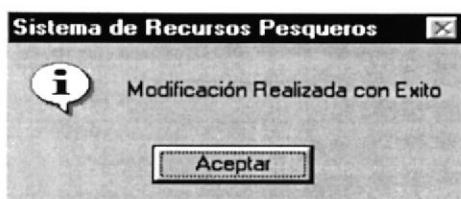

Figura 9.130 Mensaje de Modificación
6. Si se ha realizado una modificación se mostrará el siguiente mensaje (ver figura 9.130).